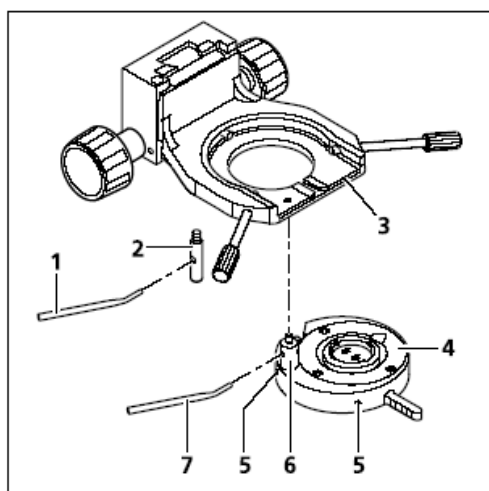

图3-48 安装综合固定架
- 握住综合固定架（图3-48/4），使之与聚光镜支架（图3-48/3）的底部平行，使用角度调节手柄（图3-48/7），把综合固定架的支架螺钉（图3-48/6）拧到聚光镜支架（图3-48/3）左下方的前面螺纹孔，直到拧紧为止。
- 使用调节手柄（图3-48/1），把限位螺钉（图3-48/2）拧到聚光镜支架（图3-48/3）后面的螺纹孔内，直到拧紧为止。
- 借助两把六角螺丝扳手（SW 1.5）调整两个调节螺丝（图3-48/5），直到视场里的亮度足够。